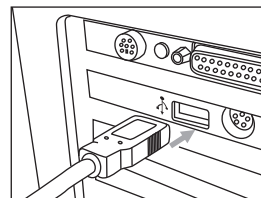

图5
- 3). 将USB传输线的另一端插入电脑主机背后之空闲连接接口，如图5：